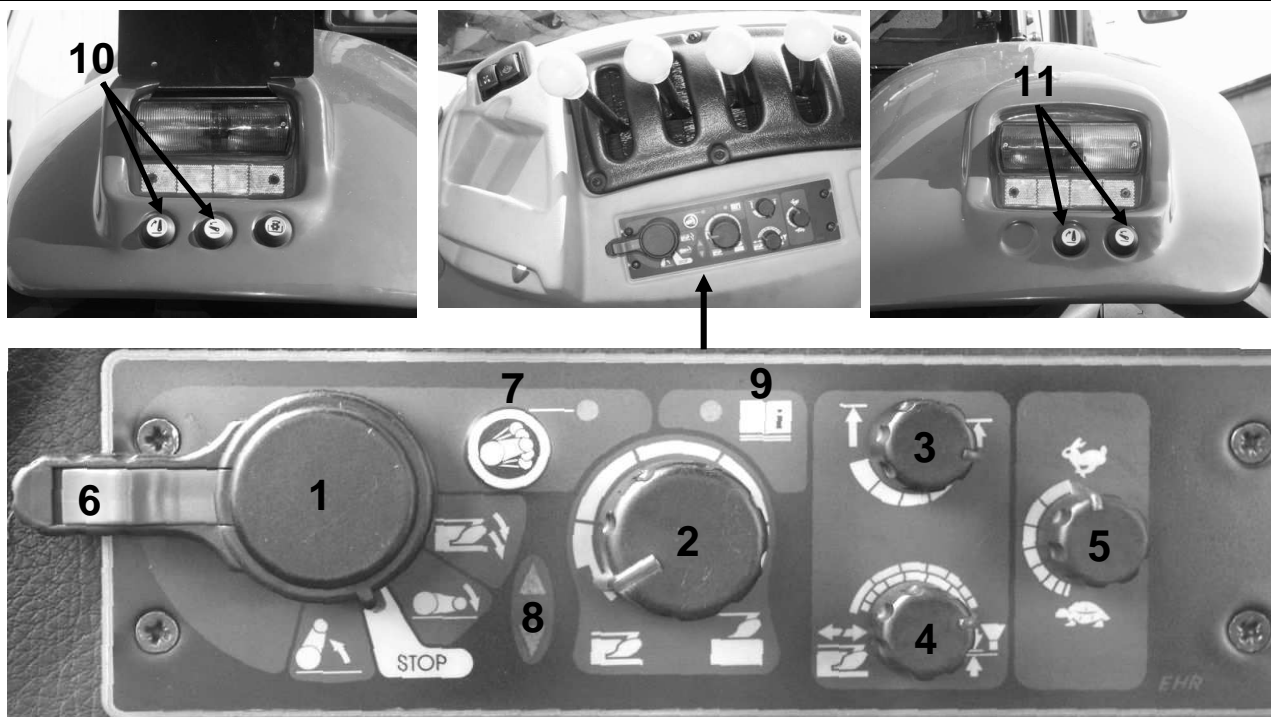

Рисунок 5-20 Панель управления электрогидравлической системой управления (EHR).
Управление электрогидравлической системой задней трехточечной системы навески подъемника осуществляется с пульта управления (рис. 5-20), расположенного с правой стороны сиденья, и при помощи дополнительных кнопок подъема и опускания задних тягово-сцепных устройств, находящихся на крыльях с правой и с левой стороны трактора (рис. 5-20, поз.10) (кнопки используются при агрегировании сельскохозяйственных машин и орудий).
- рукояткой 4 (рис. 5-20) выберите, в зависимости от вида полевых работ, способ управления орудием (позиционное, силовое или смешанное регулирование);
ВНИМАНИЕ: Запрещается эксплуатировать трактор в случае аварии гидронасоса если контрольная лампочка 8 (рис. 5-20) не гаснет после поднятия орудия.
- рычаг 1 (рис. 5-20) перевести в положение "подъем" (при этом орудие поднимается в крайнее верхнее положение) и кнопкой 6 заблокировать орудие в транспортном положении;
ВНИМАНИЕ: Функция гашения колебаний срабатывает только в том случае, если рычаг 1 (рис. 5-20) находится в положении "подъем", а орудие заблокировано в транспортном положении при помощи кнопки 6. В ходе полевых работ (вспашка, культивация и т.п.) функция гашения колебаний должна быть выключена.